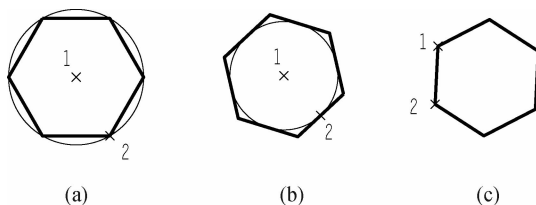

图 2-13 正多边形的画法
- 边(E):提供一个边的起点 1、端点 2,AutoCAD 2010 按逆时针方向创建该正多边形,如图 2-13(c)所示。